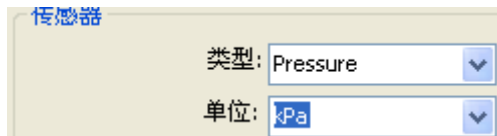

图 5.58 单位选择
1. 选择“详细设计”->“传感器”->“单位”对应的下拉框中，如图 5.58 所示：